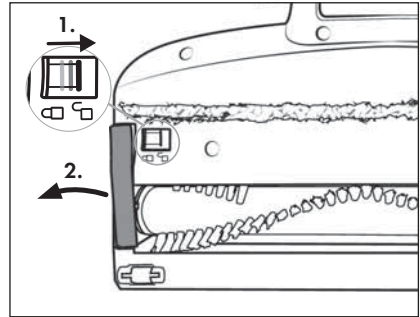

Fig. 24
- 2) Para desencastrar el rodillo de cepillos **20**, desplace el desencastre del rodillo de cepillos **18** con el dedo hacia el símbolo  (abrir). Tras esto, retire el soporte del rodillo de cepillos **19** del cepillo para suelos **21** (consulte la fig. 24).